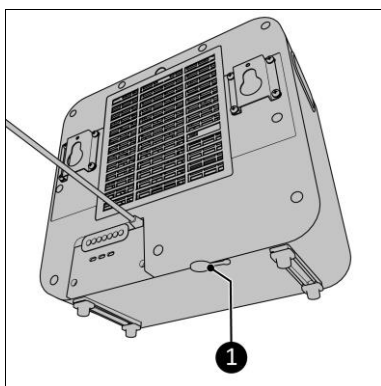

Figure 18
4. Le bouchon d'arrêt d'eau situé en bas de l'unité intérieure doit être inséré (figure 18, pos. 2).